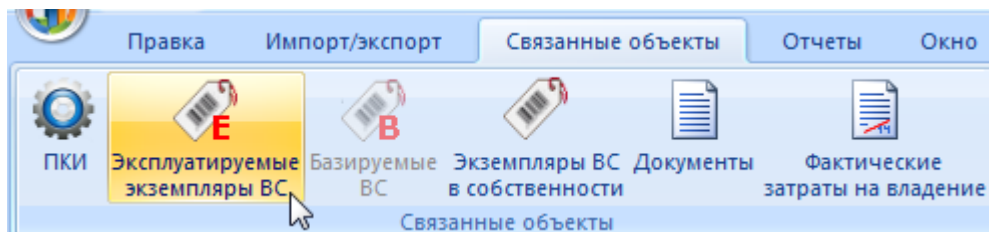

Рис. 13-118 – Вкладка «Связанные объекты» для организации
- 1) Выбрать организацию класса «Эксплуатант» в рабочем окне «Организации» или в окне связанных объектов «Организации» для экземпляра ВС (1 на рис. 13-118).
- 2) Нажать кнопку «Эксплуатируемые экземпляры ВС» панели «Связанные объекты» (2 на рис. 13-118).